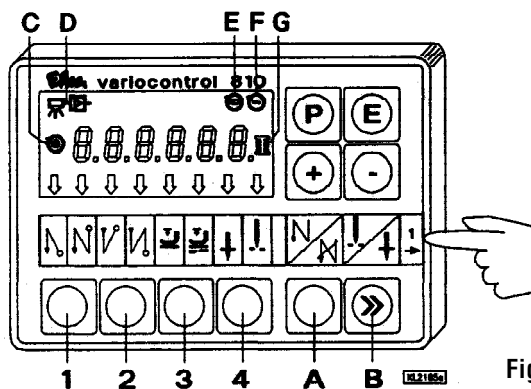

Fig. 16
8.1.3 Par le panneau de commande Efka V 810/V 820 (Fig. 16, 17)
8.2.1 En utilisant le moteur stop Efka - panneau V 810 (Fig. 16)
8.2.1.1 Réglage au moyen des poussoirs à fonction fermement introduite (Fig. 16)
8.2.1.2 Réglage au moyen des paramètres (Fig. 16)